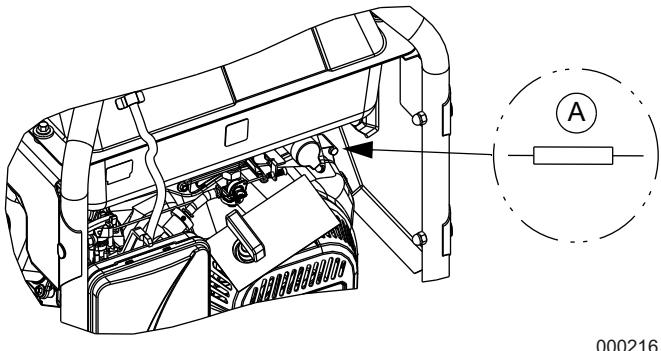

Figure 4-8. Fusible du chargeur de la batterie
- Le fusible du chargeur de batterie (A) est situé derrière le panneau de commande, comme indiqué dans Figure 4-8. Il est fixé à l'aide d'une bride de serrage revêtue de caoutchouc.